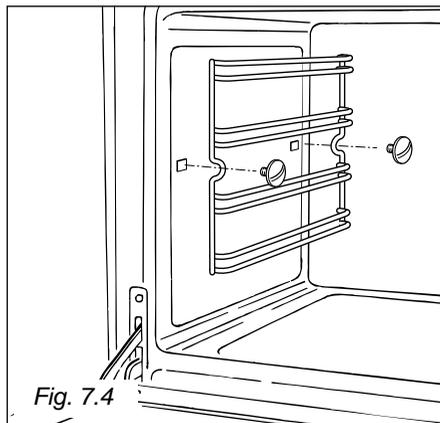

Fig. 7.4
- Montare i telai laterali fissandoli alle pareti del forno con le 2 viti (Fig. 7.4).